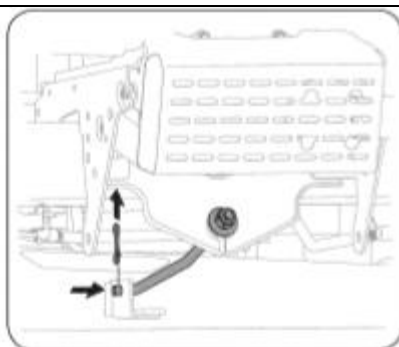

Рис. 18
8. Извлеките петлеобразный шплинт, используемый для крепления стержня стабилизатора на деке . Снимите подъемную тягу с установочного кронштейна, как показано на Рис. 18.